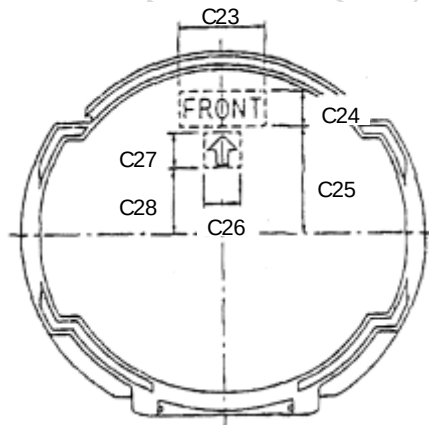

図 3
5.2.2 オリエンテーションマーク(*Orientation Mark*) – カセットの前側を指示する方向は図 3 と表 1 に示されている。これは、ボックス下部または機器のプラットフォームにカセットを手でセットするためにユーザーをサポートする。